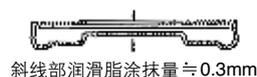
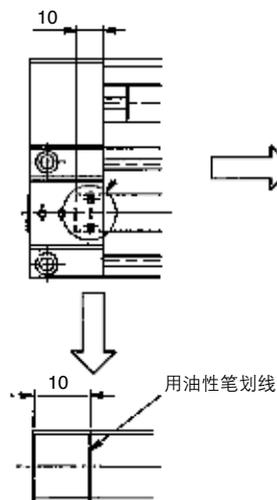

图1
图2
- a. 对更换用的防尘密封带, 将贴在不锈钢表面的保护带(黑色)揭掉, 提前做好追加加工(图2所示), 再如图1所示^{注1)}整体涂抹上润滑脂。
注1) 如图1所示, 均匀涂抹润滑脂。润滑脂请使用锂皂润滑脂(例如三菱金刚石多用途润滑脂2号)。
注4) 请确认防尘密封带上图2所标示的记号部分已隐藏在无杆侧端盖组件内。
- 更换用的防尘密封条,根据表1的尺寸切断,将两端部图1处根据表2中的尺寸弯曲约 10° (图2)